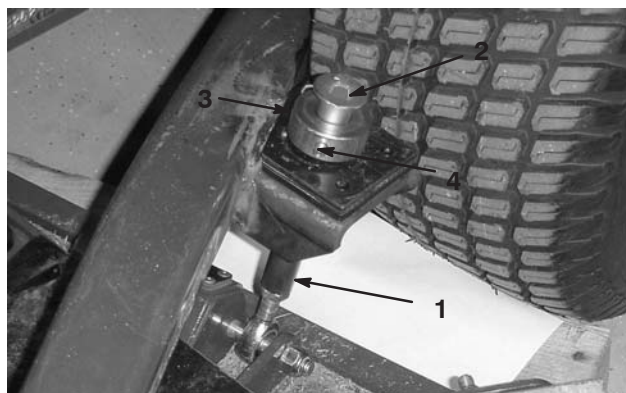

Figure 22
2. Retirez la vis et la rondelle situées en haut de chaque tige de réglage de hauteur de coupe (Fig. 22).
3. Retirez la goupille fendue et l'axe de chape qui fixent la bague de hauteur de coupe à la tige de hauteur de coupe à l'arrière du plateau de coupe (Fig. 22). Retirez la bague de hauteur de coupe